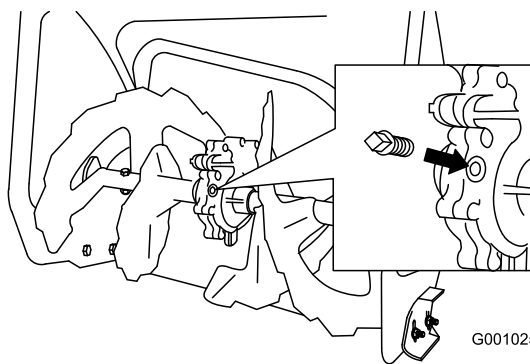

Рисунок 47
2. Очистите поверхность вокруг пробки редуктора (Рисунок 47).